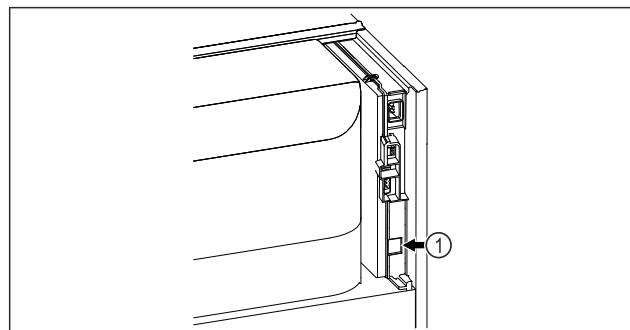

Fig. 100
SmartModule Fig. 100 (1) se rabi.